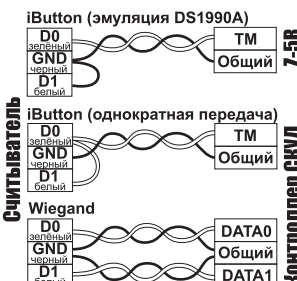

Рис.3 Выбор протокола передачи
- подсоедините провода к считывателю в соответствии с рис.2 и рис.3. При подключении питания загорается красный светодиод;
При внесении в поле действия считывателя брелока происходит чтение идентификационного номера брелока. Далее считанный идентификационный номер передается в контроллер по протоколу iButton (Dallas Touch Memory) или Wiegand-26 (заводские настройки) в зависимости от выбора протокола передачи (см. рис.3). Замыкание жёлтого провода на землю (GND) позволяет управлять красным светодиодом считывателя.